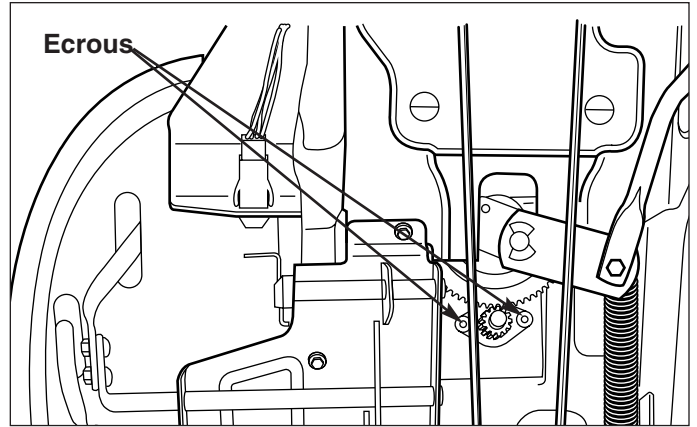

Figure 28. Réglage du pignon de direction
1. Voir la Figure 28. Repérer l'ensemble du pignon de direction sous le tracteur. Desserrer les deux écrous et ajuster le support de façon à ce que les dents du pignon soient bien engrenées.